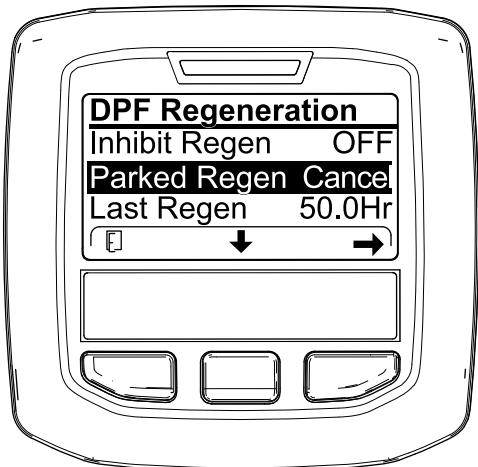
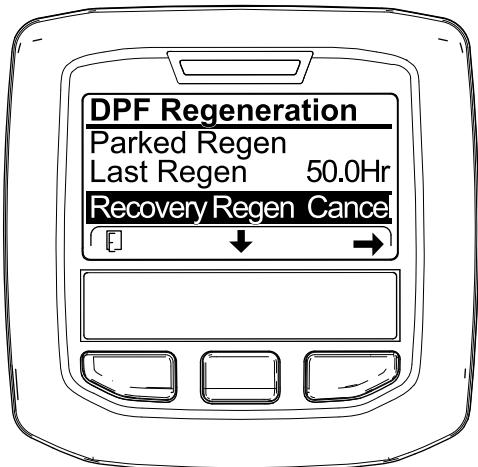

図 53
図 54
- DPF 再生メニューにアクセスする図 53。
- 中央ボタンを押して下へスクロールし、駐車再生キャンセル PARKED REGEN CANCEL (図 53) またはリカバリ再生キャンセル RECOVERY REGEN CANCEL を選ぶ図 54。
- 右ボタンを押すと再生キャンセルにRegen Cancelに入る図 53または図 54。